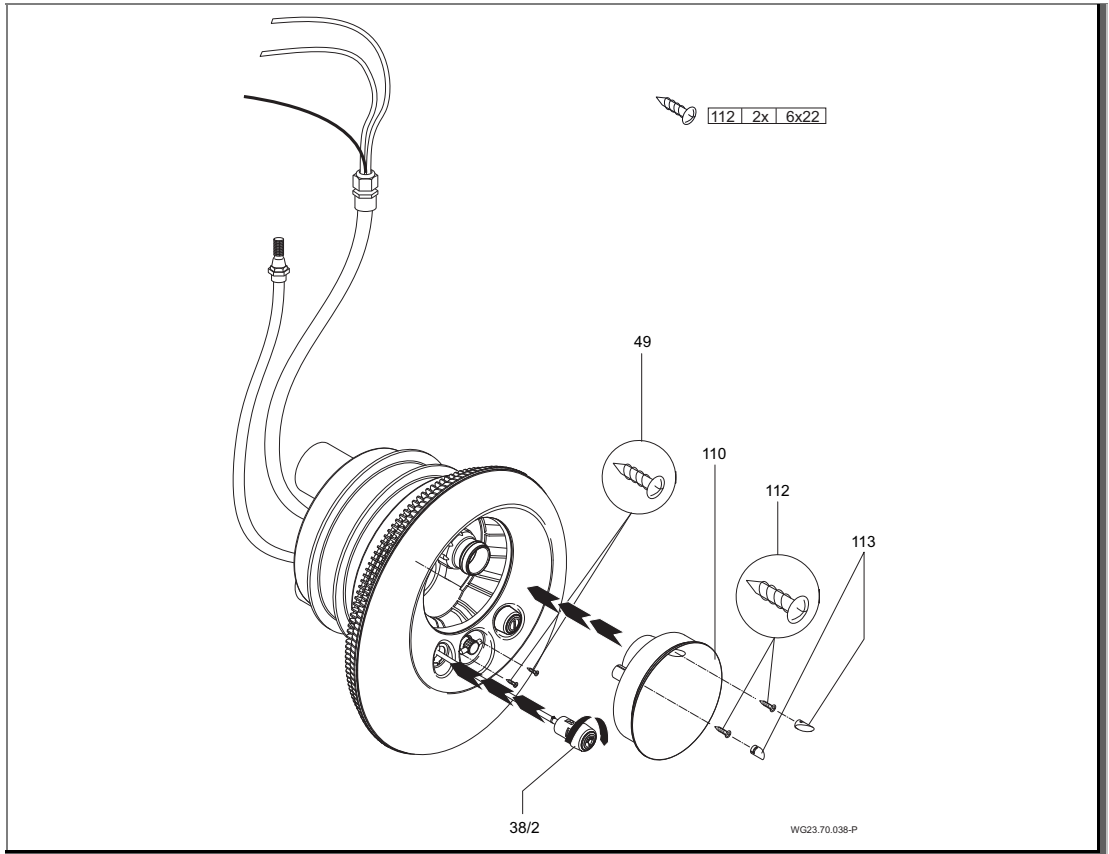

Fig. 19
8. Applicare la copertura di acciaio inox (93) al corpo di aspirazione (107) e fissare con le due viti (49) all'alloggiamento degli ugelli. (Fig. 19)
9. Fissando la copertura della luce (110), la copertura di acciaio inox (93) viene fissata ulteriormente. A questo scopo attaccare la copertura della luce (110) sopra l'ugello sferico
- (54) nell'alloggiamento degli ugelli (102.1) e fissare con le due viti (112). (Fig. 19)